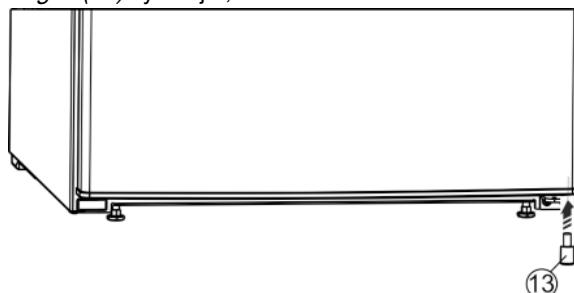

Fig. 9
- Distanční vložku Fig. 9 (13) opět vsadíte vpravo dole do dveří; je důležitá pro stabilitu přístroje.